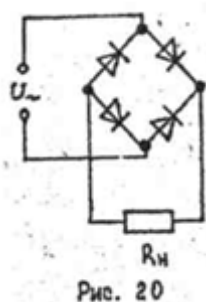

Рис. 20
6. Составляем схему мостового выпрямителя (рис. 20). В этой схеме каждый из диодов имеет параметры диода КД202Н: $I_{\text{доп}} = 1 \text{ A}$; $U_{\text{обр}} = 500 \text{ В}$.